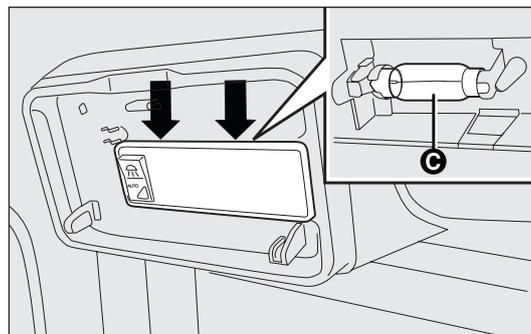

fig. 172
- ❑ sostituire la lampada C-fig. 172 svincolandola dai contatti laterali accertandosi che la nuova lampada risulti correttamente bloccata tra i contatti stessi;